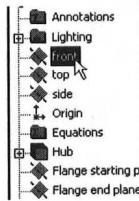

图 1-12 选择基准面
- 2) 选择基准面，选择 FeatureManager 设计树中的 front 基准面，如图 1-12 所示。